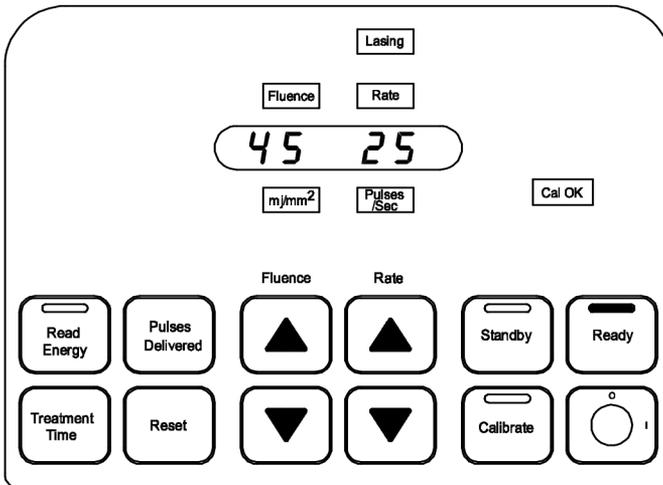

Abbildung 10
- Durch Drücken des Fußschalters leuchten die rote Leuchte **Lasing** (Lasern) und die rote Statusleuchte oben auf dem Bedienfeld auf. (Abbildung 10)